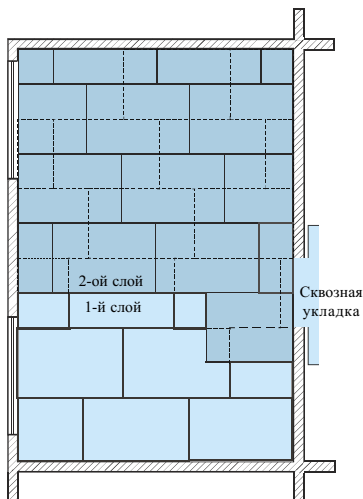

Рис. 4
- **укладка** для сохранения поверхности засыпки ведется от стены с дверным проемом (рис.4). При монтаже с противоположной стороны на засыпке устраиваются островки для передвижения. Первый слой листов укладывается с зазором в стыках не более 1 мм.